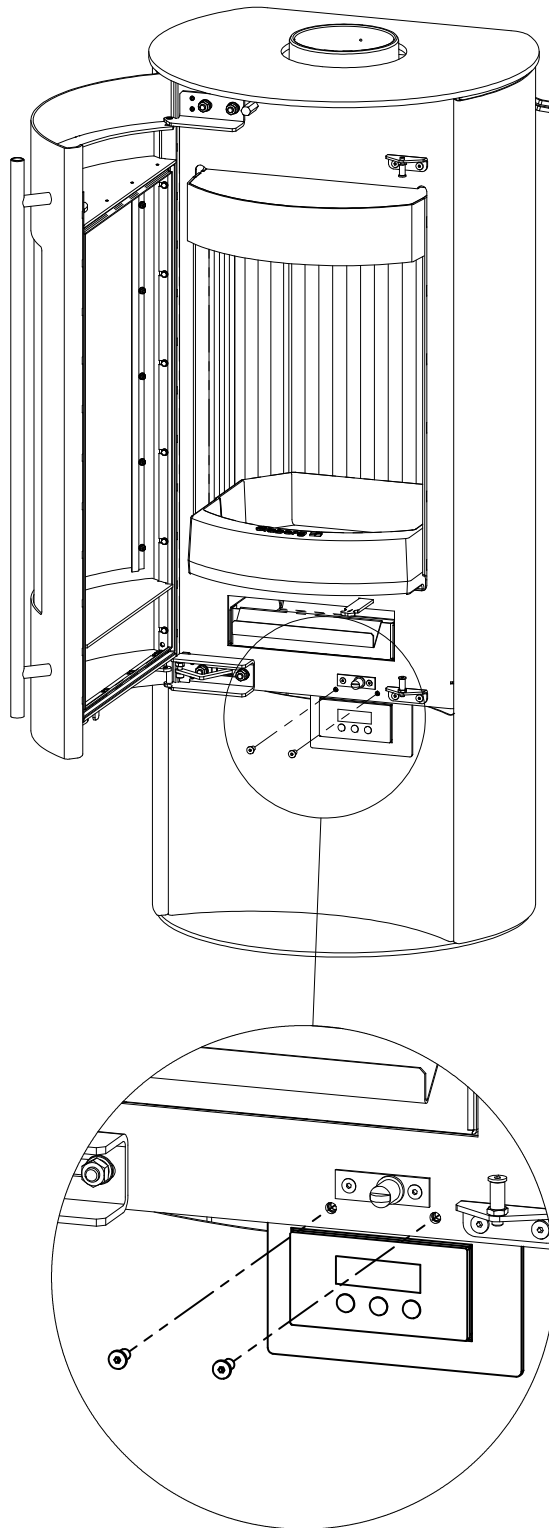

Fig.4
- Elektronica met de bijgesloten inbusschroeven aan het apparaat vastschroeven (Fig.4)